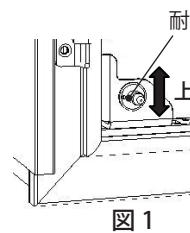

図 1
2. 耐震ピンの取付位置を上・下に移動して干渉しない位置で固定してください。(図 1)